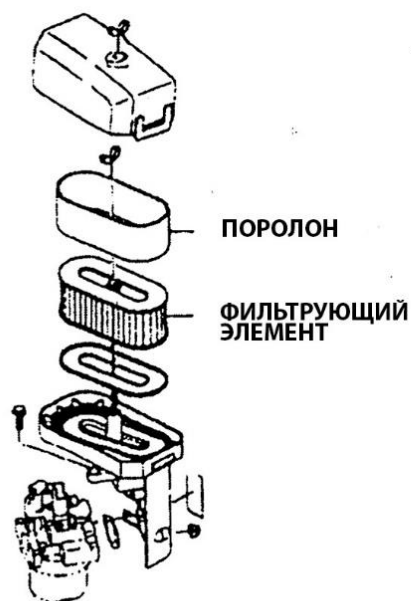

РИС.14
A. ОБСЛУЖИВАНИЕ ВОЗДУХООЧИСТИТЕЛЯ Рис. 14